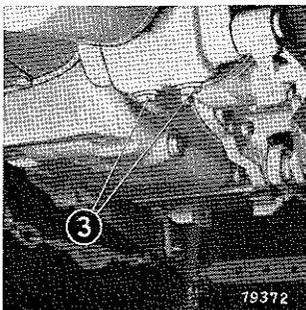

Bild 103
Achtung! Am Vorderradantrieb müssen zum Ölwechsel die beiden Ölablaßschrauben entfernt werden (③ – Bild 103).